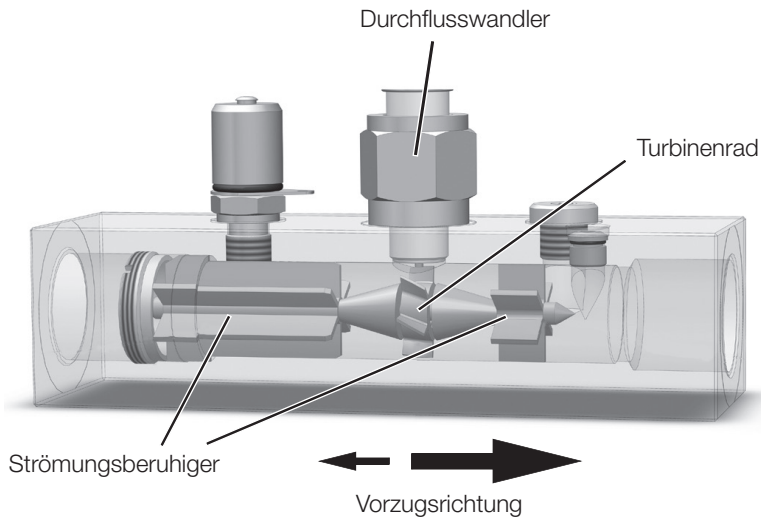

Abb. 2: Aufbau und Funktion
-  Niemals den Durchflusswandler ( Abb. 2 auf Seite 14) vom Gehäuse abschrauben!
- ▶ Niemals den Durchflusswandler (📖 Abb. 2 auf Seite 14) verdrehen oder vom Gehäuse lösen!